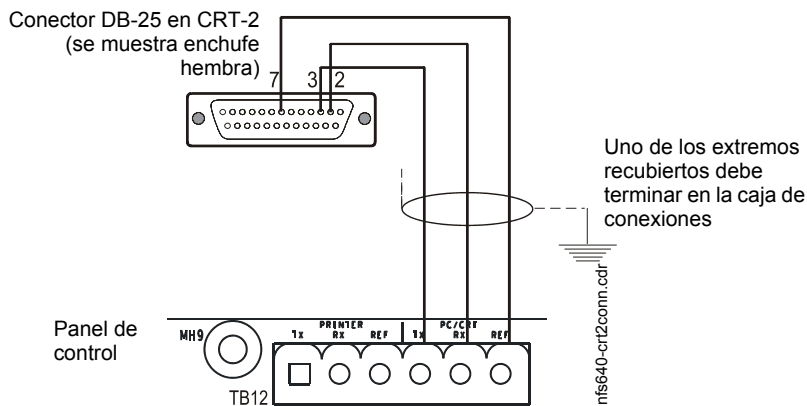

Figura 3.15 Conexión de un CRT-2
1. Conecte los tres (3) contactos abiertos del cable personalizado al bloque del terminal TB12 en el panel de control, como se muestra en la figura 3.15.